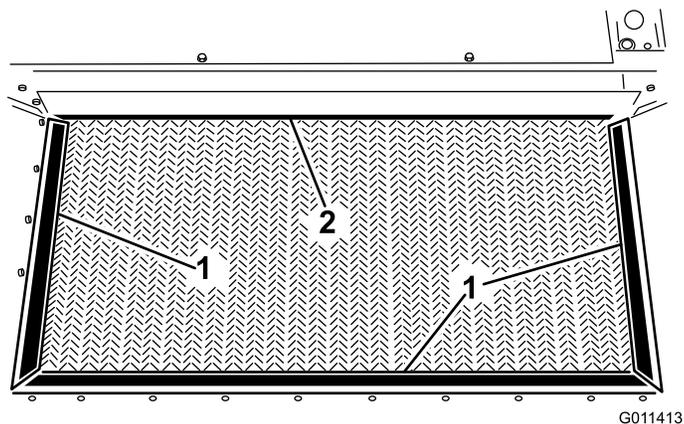

**Figure 27**
3. Vérifiez que l'entraxe est égal (environ 89,5 cm) entre les axes de galets de la bande transporteuse (Figure 27), de chaque côté de la machine.